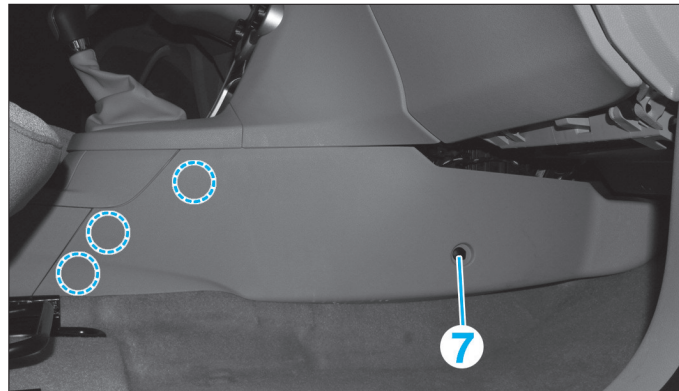
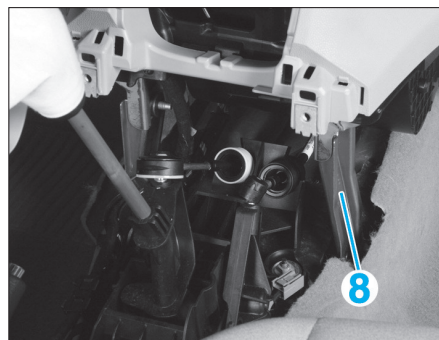
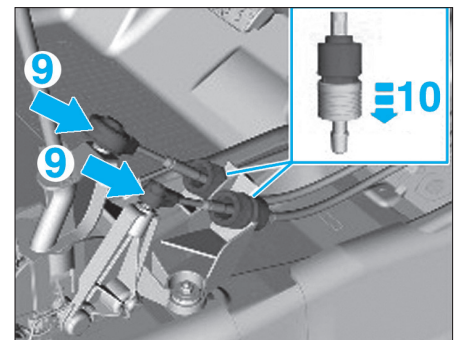

Fig. 15
Fig. 16
Fig. 17
- De chaque côté (Fig.15) et (Fig.16) :
- déposer l'agrafe (7),
- déposer le renfort (8).
- Désaccoupler les câbles de commande du levier de vitesses et des arrêts de gaine. Pour cela (Fig.17) :
- dégrafer l'extrémité des câbles (9),
- pousser les bagues dans le sens de la flèche (10).